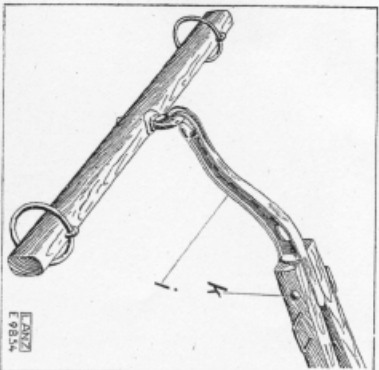

Bild 16. Jochholz.
w) Jochholzhalter „j“ (Bild 16) zwischen die beiden Scherbäume schieben und mit der Flachsrauschraube „k“ zusammenschrauben. Jochholz an Halter einhängen.